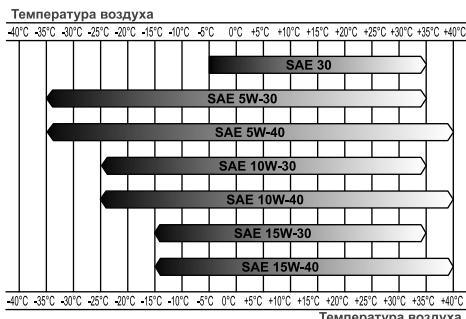

Рис.7 Определение вязкости масла
**Нельзя применять масло для двухтактных двигателей. Рекомендуется применять моторное масло для четырехтактного бензинового двигателя категории SJ и выше по системе классификации API. Вязкость масла по классификации SAE выбирается в зависимости от температуры окружающего воздуха, при которой будет работать двигатель. При выборе вязкости масла пользуйтесь таблицей, показанной на Рис.7.**